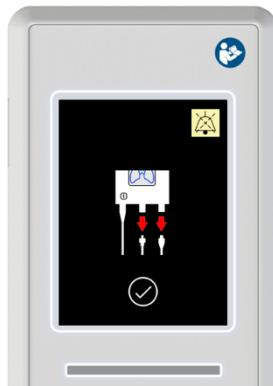

図6:TrachFlushはチューブが切断されていないことを検出しま
*TrachFlush*が自己検査前にチューブが抜かれていなことを検知した場合、矢印は赤色でハイライトされます。以下に示されています。図6.